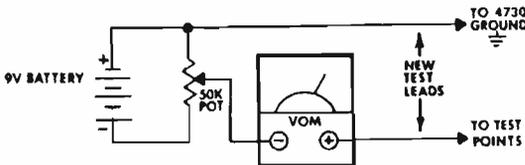

figura 6
2) Materiale occorrente per la taratura: un voltmetro digitale o comunque un voltmetro che, senza dovere scambiare i punti, sia capace di leggere sia tensioni negative che positive. Se non ce lo avete, regolatevi come in figura 6.